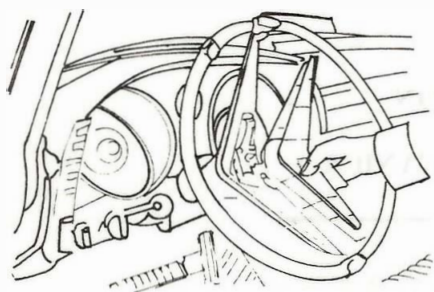

Fig. 1a
b. Retire el botón de la bocina o pito (fig. 1a).